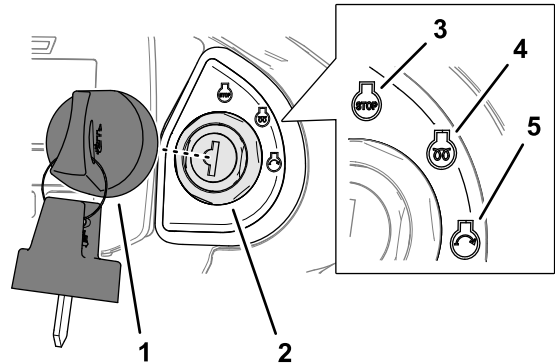

Bild 26
4. Drehen Sie den Schlüssel in die Abschalten-(Stopp)-Stellung (Bild 26).